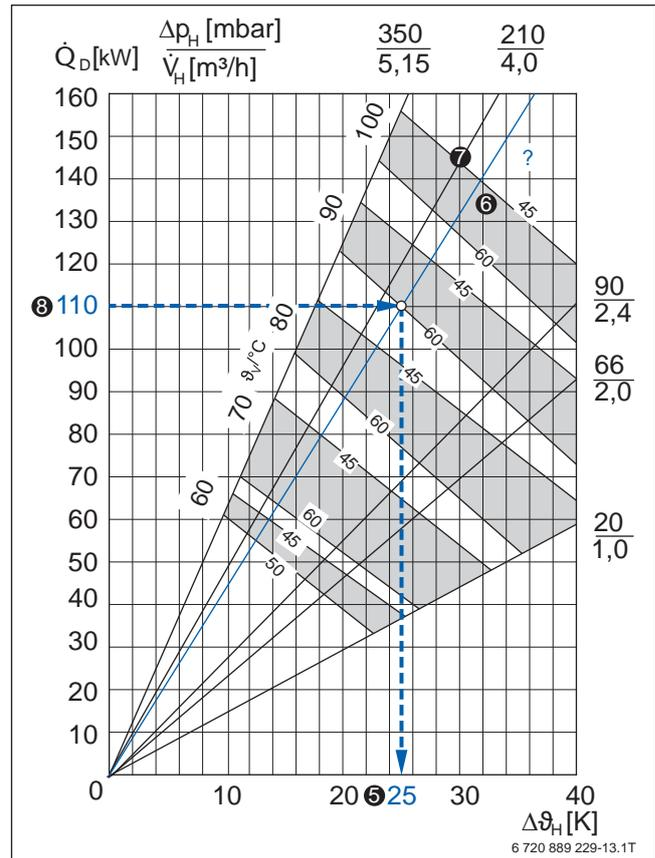

Bild 59 Warmwasser-Dauerleistung Logalux SU1000.5; Beispiel blau hervorgehoben (Vorlage → Bild 72, Seite 97)
Gemäß dem ermittelten Speicherinhalt ❸ werden 3 Warmwasserspeicher Logalux SU1000.5 ❹ ausgewählt. Pro Speicher ist eine Dauerleistung von 110 kW gefordert. Aus dem Dauerleistungsdiagramm für Warmwasserspeicher Logalux SU1000.5 ist ausgehend von der Dauerleistung ❸ pro Speicher die heizwasserseitige Temperaturdifferenz (Einheit) = 25 K ❺ ablesbar (→ Bild 59).